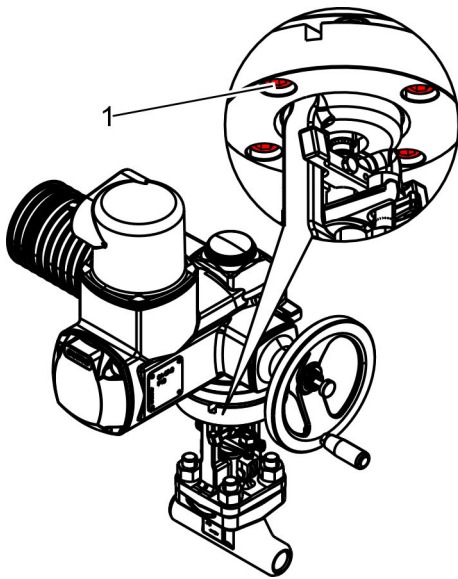

Abb. 22: Schrauben entfernen
2. ➤ Schrauben (Abb. 22/1) des elektrischen Antriebs lösen und samt Scheiben entfernen.